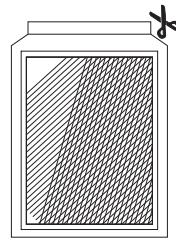

Fig.3
- Instale el filtro en el aparato (FIG. 3)